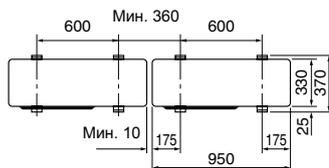

Fig. 3-1
- Обязательно устанавливайте прибор на твердой ровной поверхности для предотвращения его дребужжания во время эксплуатации. (Fig. 3-1)